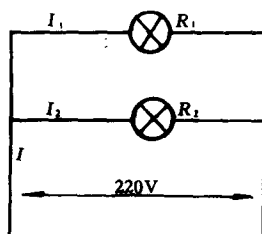

图 4
8. 在 $U = 220 \text{ V}$ 的电源上并联有两个照明灯 (见图 4), 一个电阻 $R_1 = 400 \Omega$, 另一个电阻 $R_2 = 300 \Omega$ 。试求总电流 I 和流过 R_1 及 R_2 的电流 I_1 及 I_2 各为多少? (保留小数两位)